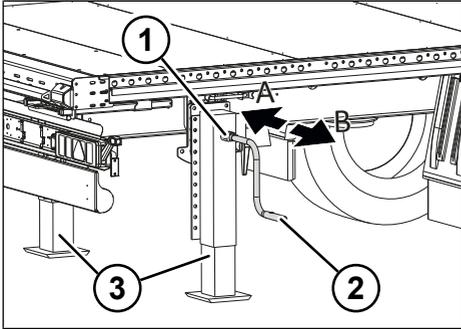

Fig. 5-6: Vitesse de charge et vitesse rapide des appuis arrière
- ▶ Enclencher la vitesse rapide en tirant la manivelle (voir "Fig. 5-6: Vitesse de charge et vitesse rapide des appuis arrière", p. 32).
- ▶ Enclencher la vitesse de charge en poussant la manivelle (voir "Fig. 5-6: Vitesse de charge et vitesse rapide des appuis arrière", p. 32).
- ▶ Régler la vitesse de charge en poussant la manivelle (voir "Fig. 5-6: Vitesse de charge et vitesse rapide des appuis arrière", p. 32).
- ▶ Régler la vitesse rapide en tirant la manivelle (voir "Fig. 5-6: Vitesse de charge et vitesse rapide des appuis arrière", p. 32).